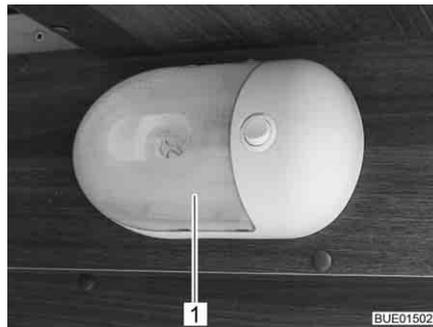

Fig. 272 Lámpara de garaje
- Comprimir la cubierta transparente (Fig. 272,1) con precaución de ambos lados, retirarla ligeramente del interruptor y quitarla hacia delante.